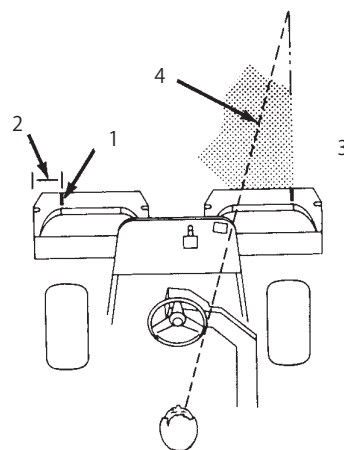

図25
2. その位置に白色テープか白ペンキで集草箱の縁と平行に目印を入れる（図25）。
3. 行きと帰りでのオーバーラップができるだけ小さくなるように運転します。隣の列との距離を一定に保って直進するには、本機の前方向約 6～10 ft. (1.8～3 m) を視野に捕らえておくのがポイントです（図25, 26）。ハンドルを目印にして距離を合わせても良いでしょう。その場合、ハンドルの縁と本機前方の目標ラインとを重ねて見ながら運転します（図25, 26）。